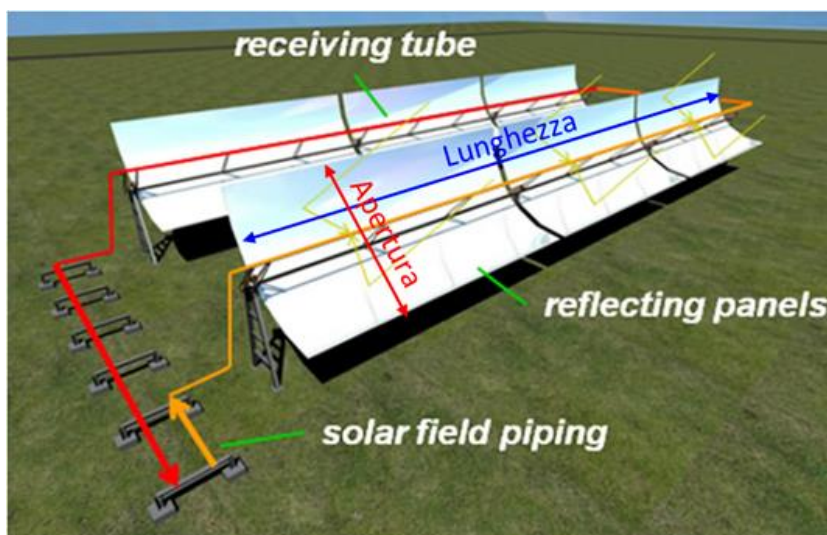

Figura 3: schema CSP
- 6) (a casa) Nell'impianto solare termodinamico (CSP) Archimede Solar Energy di Priolo Gargallo (Siracusa) sono installati 6 collettori solari a concentrazione parabolici (lunghezza 100 m e apertura 5.96 m) che riflettono e concentrano la radiazione diretta del sole su un tubo ricevitore posizionato nel fuoco del paraboloide come mostrato in figura 3. All'interno del tubo (lunghezza 100 m, diametro interno ed esterno rispettivamente 64 mm e 70 mm) scorre il fluido termovettore, costituito da una miscela di sali fusi (60% NaNO_3 e 40% KNO_3), che assorbe l'energia solare.